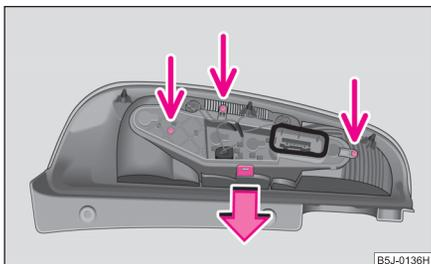

Fig. 193 Desmontaje de la parte central de la unidad de luces posteriores
- Para poder acceder a las bombillas, desenroscar la parte central de la unidad de luces posteriores y presionar la lengüeta de sujeción a un lado ⇒ fig. 193.
- Volver a atornillar la parte central de la unidad de luces posteriores a la carcasa ⇒ fig. 193.